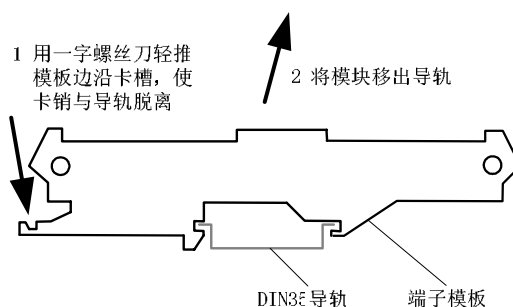

图 19 端子模板的拆卸
- 3 然后将模块安全移出 35mmDIN 导轨。如图 19 所示。